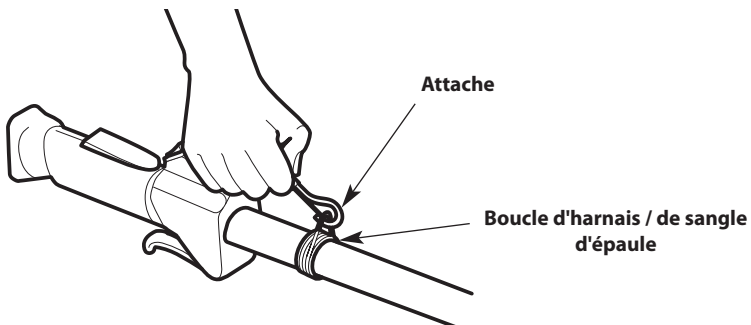

Fig. 7
3. Enclenchez l'attache sur la boucle/harnais de la bandoulière (Fig. 7).